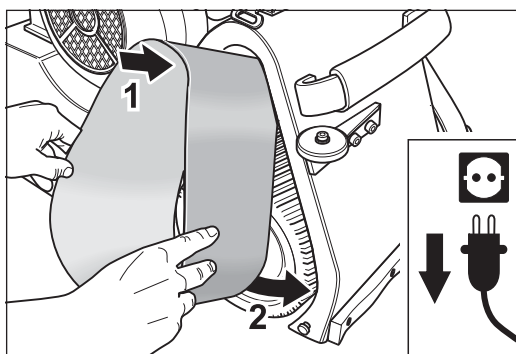
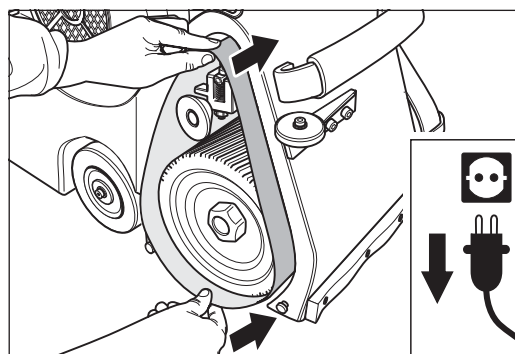

Abb. 15 Das Schleifband an der Spannwalze des Aggregats ansetzen.
Abb. 16 Das Schleifband über die Spannwalze und die Schleifwalze schieben.
- 10 Setzen Sie das Schleifband an der Spannwalze des Aggregats an (Abb. 15) und schieben Sie es über die Spannwalze und die Schleifwalze (Abb. 16).